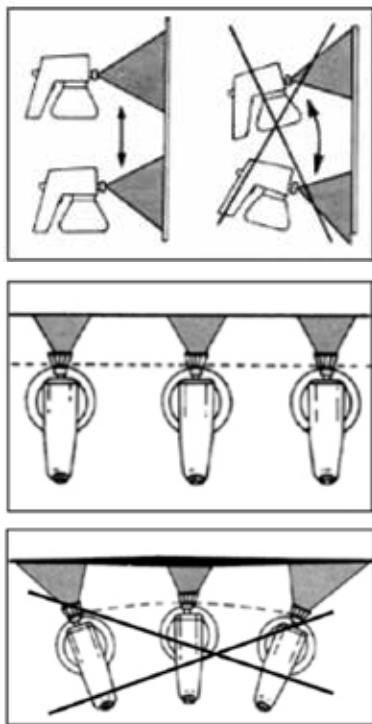

рис. 3
7.2 Для того чтобы обеспечить равномерное распыление, движение руки должно быть плавным, при распылении не сгибайте кисть руки (рис. 3).